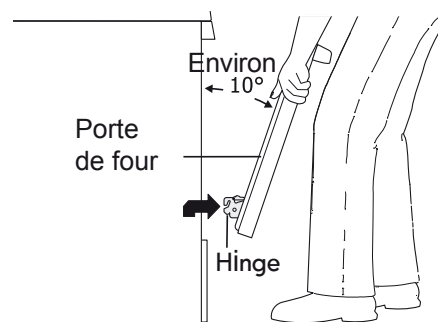

Figure 3 - Retrait de la porte
5. Avec la porte à la position de grillage (Fig. 3), soulevez les crochets des bras des charnières afin qu'ils passent au-dessus des tiges des charnières.